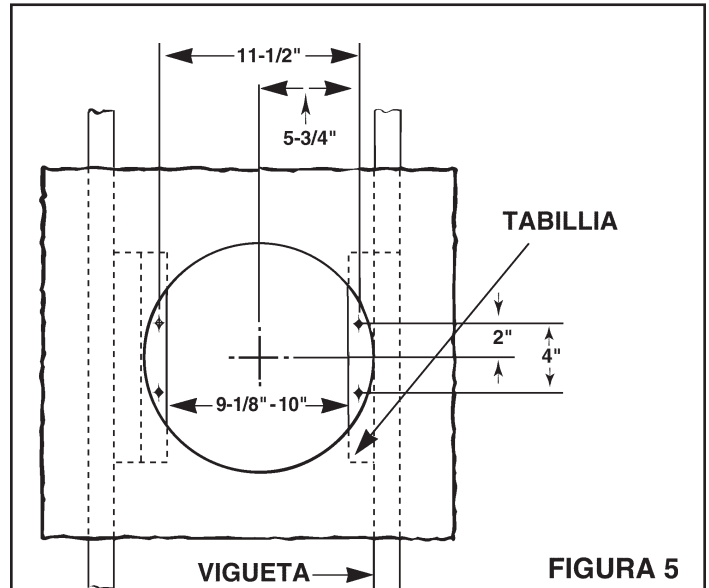

FIGURA 5
7. Refiérase a la **Figura 5**. Instale tabillitas de 2 x 4 a ambas viguetas del techo. En algunos casos puede ser necesario utilizar más de una sola tabillita en un lado. La distancia entre las tabillitas debe ser al menos de 9-1/8" pero no más de 10".